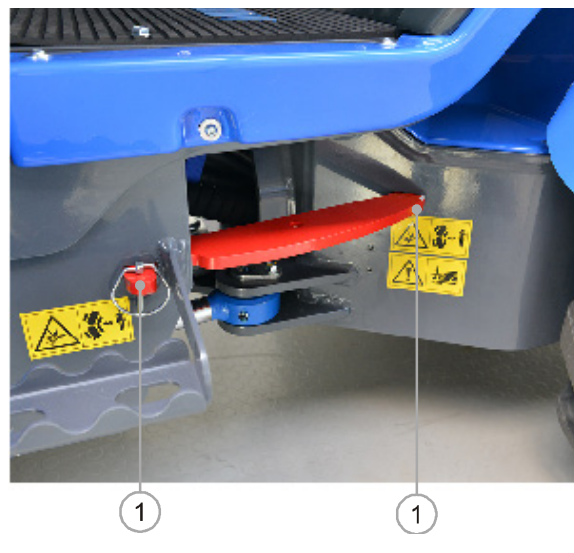

РИС. 17
- 4) Вставьте скобу (РИС. 17 – Сс. 1) в две прорези, расположенные на левой стороне машины рядом с центральным шарниром рулевого управления и закрепите его заглушкой.